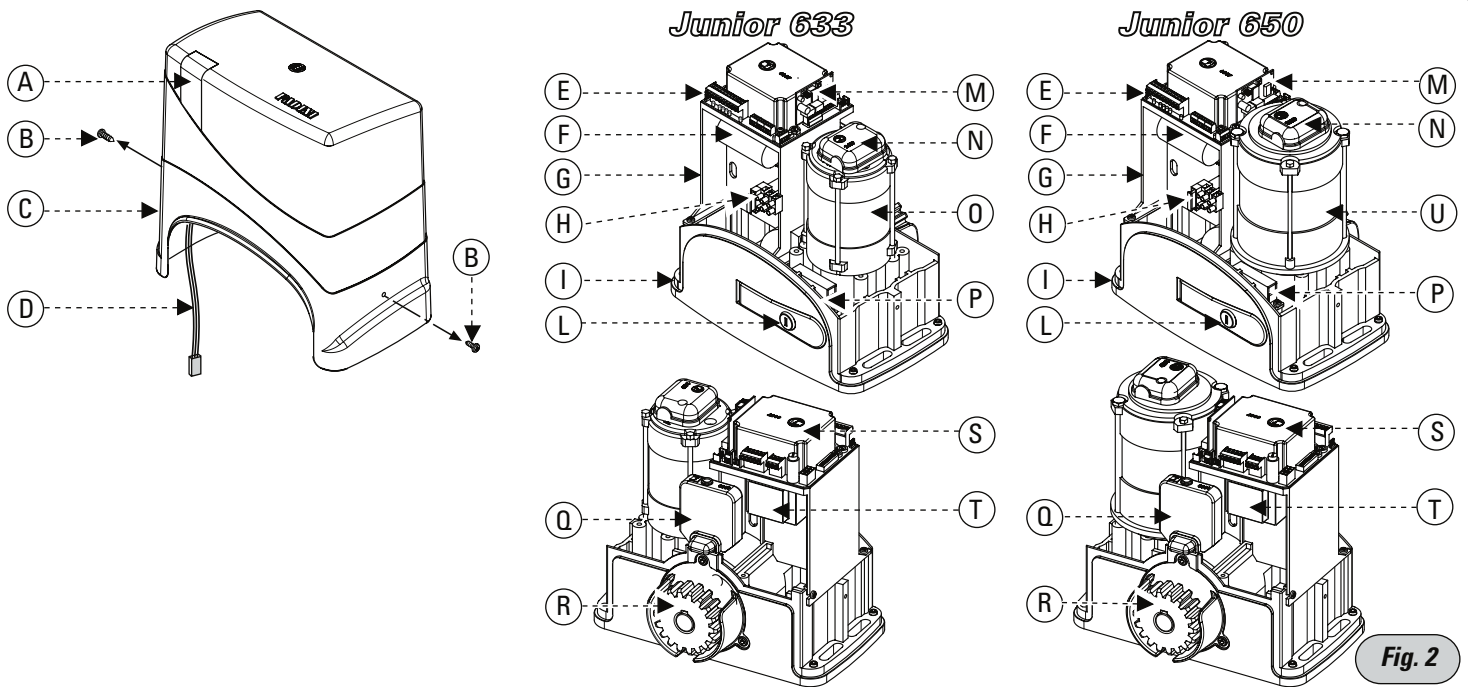

Fig. 2
- I** Distinta dei componenti principali di fig.2:
- D** Übersicht der grundlegenden Bauteile in Abb.2:
- GB** Main component list in fig. 2:
- E** Lista de los componentes principales ilustrados en la Fig.2:
- F** Composants principaux (fig.2):